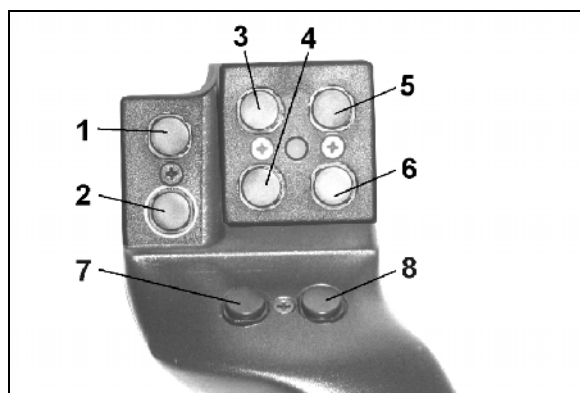
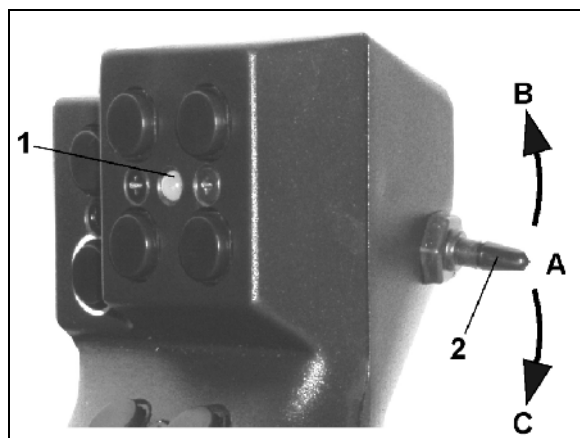

Fig. 131
Fig. 132
Para manejar el AMATRON⁺, el joystick multifuncional (Fig. 131) tiene 8 teclas (1 - 8) disponibles. Además, mediante el interruptor (Fig. 132/2), la ocupación de las teclas se puede cambiar en 3 sentidos.
-  posición central (Fig. 132/A) y se puede accionar hacia
-  arriba (Fig. 132/B) o
-  abajo (Fig. 132/C).
La posición del interruptor se muestra mediante una luz LED (Fig. 132/1).